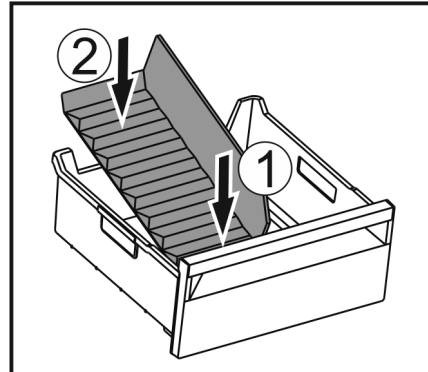

Fig. 115
- Colocar la parte delantera del separador para congelador. Fig. 115 (1)
- Bajar la parte posterior del separador para congelador hasta la base del cajón. Fig. 115 (2)